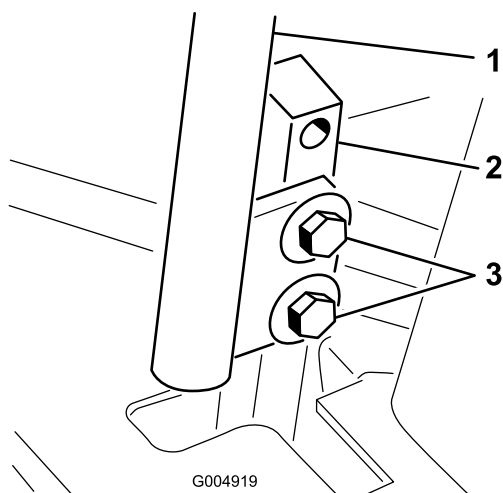

Figura 59
3. Allentate i bulloni che fissano le leve di controllo (Figura 59).